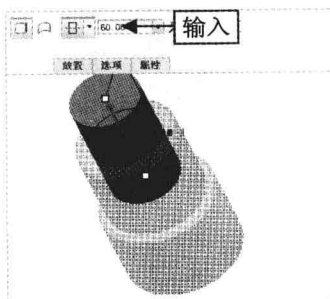

图 11-38 设置参数
Step 09 单击“关闭”面板中的“确定”按钮，完成截面绘制并退出草绘环境，在“拉伸”选项卡中设置拉伸方式为对称拉伸，在“输入侧 1 的深度值”数值框中输入 60，如图 11-38 所示。